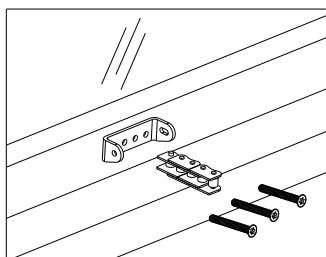

图2
- 使窗户开启扇的中心线与链条固定架的中心线相重合，链条固定架长孔的方向与链条内侧保持一致，兼顾链条收回到开窗器内时窗户关紧状态，然后用 3 个 $\phi 5*12\text{mm}$ 圆头自攻螺钉固定，如图 2；